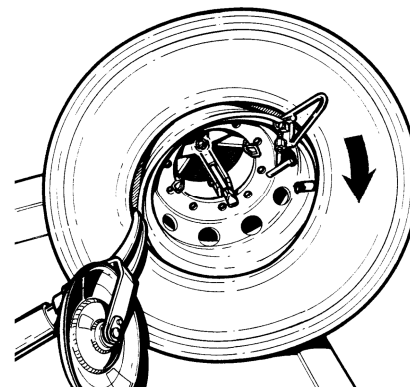

Рис.28
3. Поднимите рычаг держателя колеса и вставьте монтажный крюк или ролик для бескамерных шин примерно на 1.5 см (1/2 дюйма) внутрь закраины обода и на расстоянии примерно 1.5 см (1/2 дюйма) от закраины обода (Рис. 28).